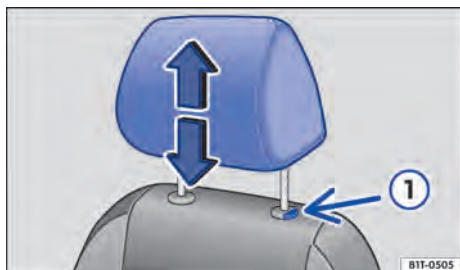

Fig. 39 Ajustar o apoio para cabeça.
- Empurrar o apoio para a cabeça para cima na direção da seta ou para baixo com a teta ⇒ Fig. 39 ① pressionada .